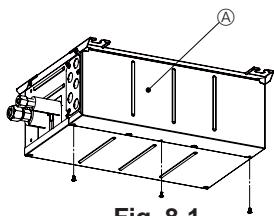
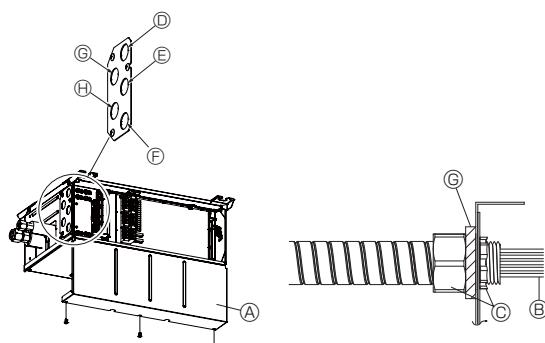
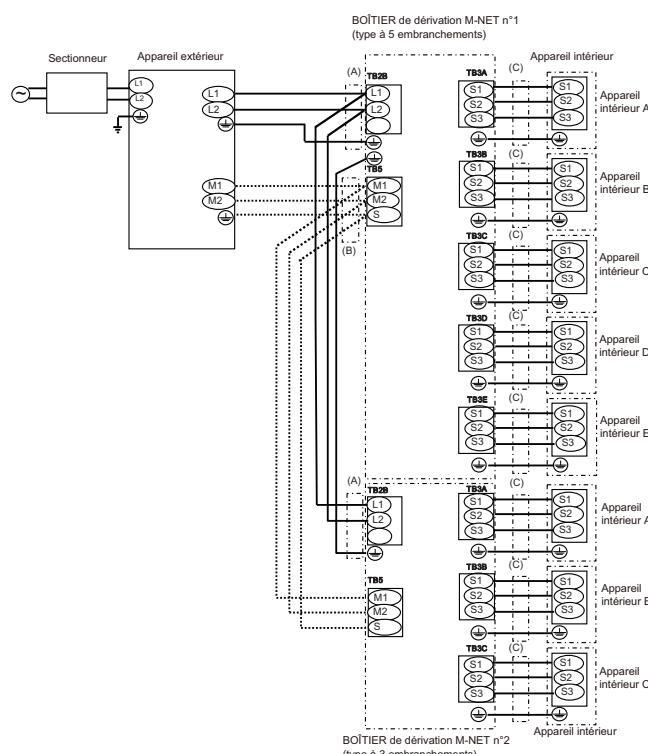

Fig. 8-1
Fig. 8-5
Fig. 8-9
(1) Retirez le capot électrique. (Fig. 8-1)
(2) Retirez le capot de la tuyauterie.
(3) Passez le câblage dans le boîtier de dérivation via la plaque de tuyauterie et attachez-le à l'aide de la plaque de tuyauterie. (Reportez-vous à 8.1)
(4) Raccordez fermement chaque fil sur le bornier approprié. (Fig. 8-9)
(5) Réglez les commutateurs DIP. (Reportez-vous à 8.3)
(6) Remettez en place le capot électrique.
8.1. Lors de l'utilisation d'un conduit de câblage (Fig. 8-5, 8-6, 8-7)
8.2. Procédure de câblage externe (Fig. 8-9)